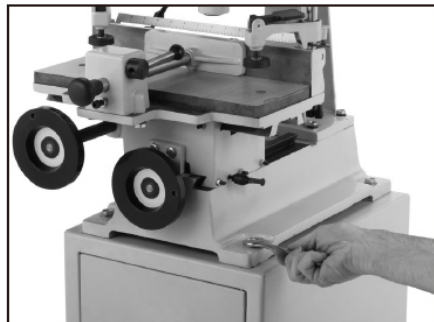

Рис. 2
2. Прикрутите корпус станка к стенду с помощью шести болтов, плоских шайб, контршайб и шестигранных гаек, как показано на Рис. 2. При этом второй человек должен придерживать станок.